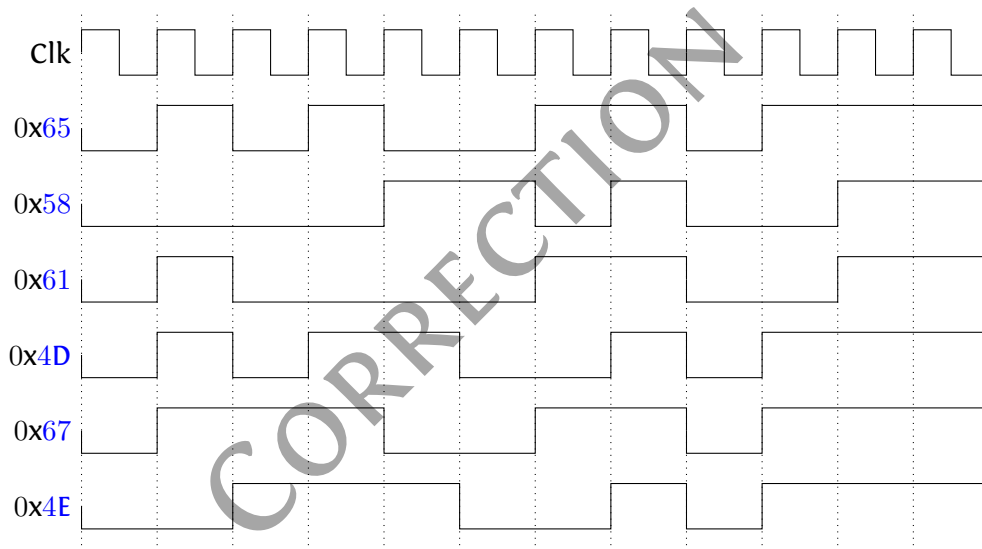

FIG. 3. Oscillogramme d'une communication série RS232.
- (a) (6 points) Donnez le message représenté par le chronogramme de FIG. 3, p. 3.